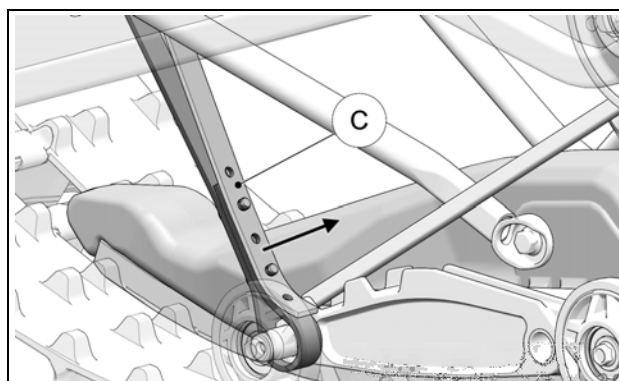

Figure 21
- Désengager l'extrémité de la courroie (C) du côté des écrous. Les boulons doivent rester engagés dans les autres parties de la courroie. Figure 21